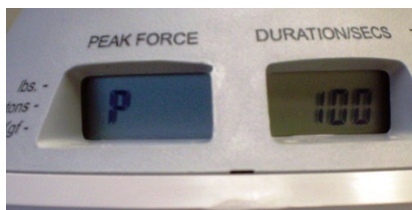

Figura 7. Pantalla de comprobación de alimentación
- Mantenga pulsado el botón Threshold (Umbral) durante cinco segundos. El dispositivo mostrará “P” en la pantalla Peak Force (Fuerza máxima) y un número del 1 al 100 en la pantalla Duration (Duración). El número que aparece en la pantalla Duration (Duración) indica el porcentaje de carga de la batería (consulte la Figura 7).